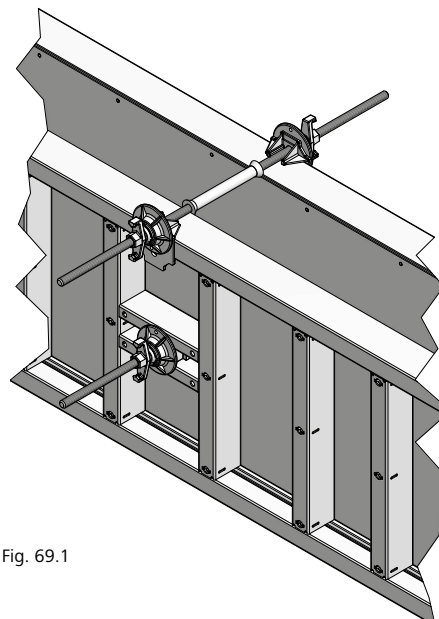
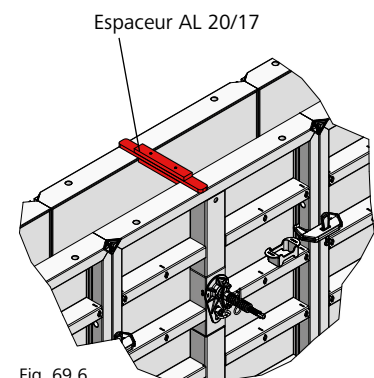

Fig. 69.1
Fig. 69.6
Grâce à son passage de tige central, le panneau Mammut XT peut facilement être mis en œuvre en position couchée (Fig. 69.1 et 69.3). Pour assurer la stabilité et respecter l'épaisseur du voile au niveau de l'ancrage supérieur, un espaceur (Fig. 69.6) ou une planche de maintien peuvent être nécessaires. L'espaceur est disponible pour les voiles de 20 et 24, ainsi que de 25 et 30 cm d'épaisseur.
- 2 écrous articulés (Fig. 69.1 à 69.4). La mise en œuvre d'une entretoise est indiquée. Elle fait office d'écarteur et protège la tige contre les salissures.